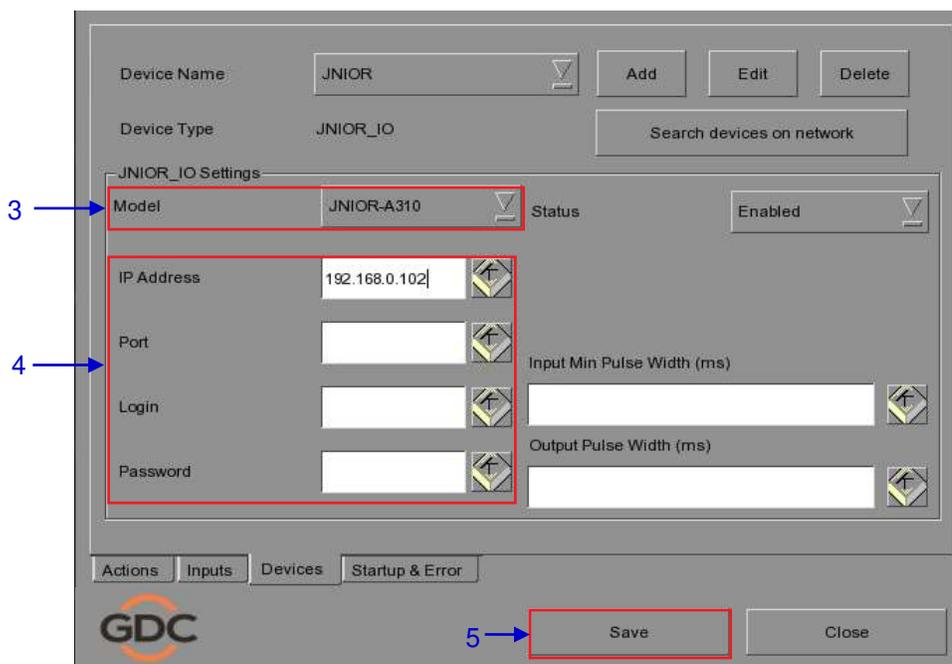

Figura 68 Ajustes de automatización para el dispositivo JNIOR.
3. Introduzca la dirección IP del dispositivo JNIOR (JNIOR) (consulte la Figura 68).